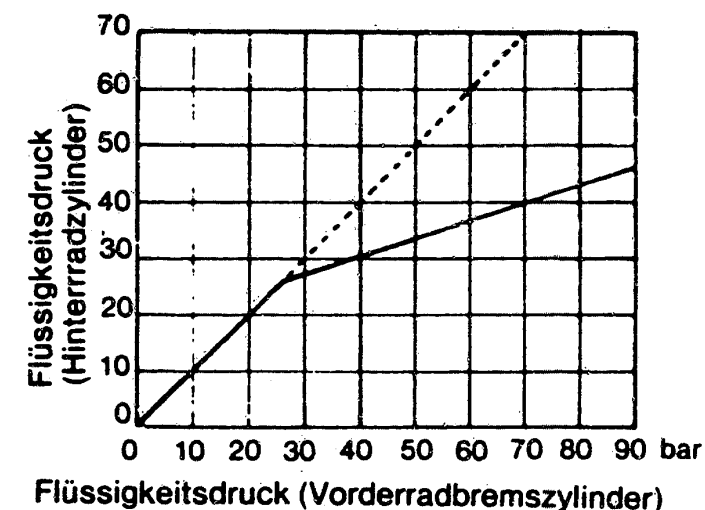

Bild 62a Das Diagramm zeigt den richtigen Druckverlauf im vorderen und hinteren Bremskreis.
g) Die Bremsanlage der neueren Fahrzeuge besitzt nicht mehr zwei getrennte, sondern einen integrierten Bremskraftverteiler. Zur Funktionsprüfung sind je ein Manometer am vorderen und hinteren Kreis anzuschliessen (Bereich: bis 100bar). Dann wird der Flüssigkeitsdruck gemessen. Der Knickpunkt (Bild 62a) soll bei 27 bar liegen.